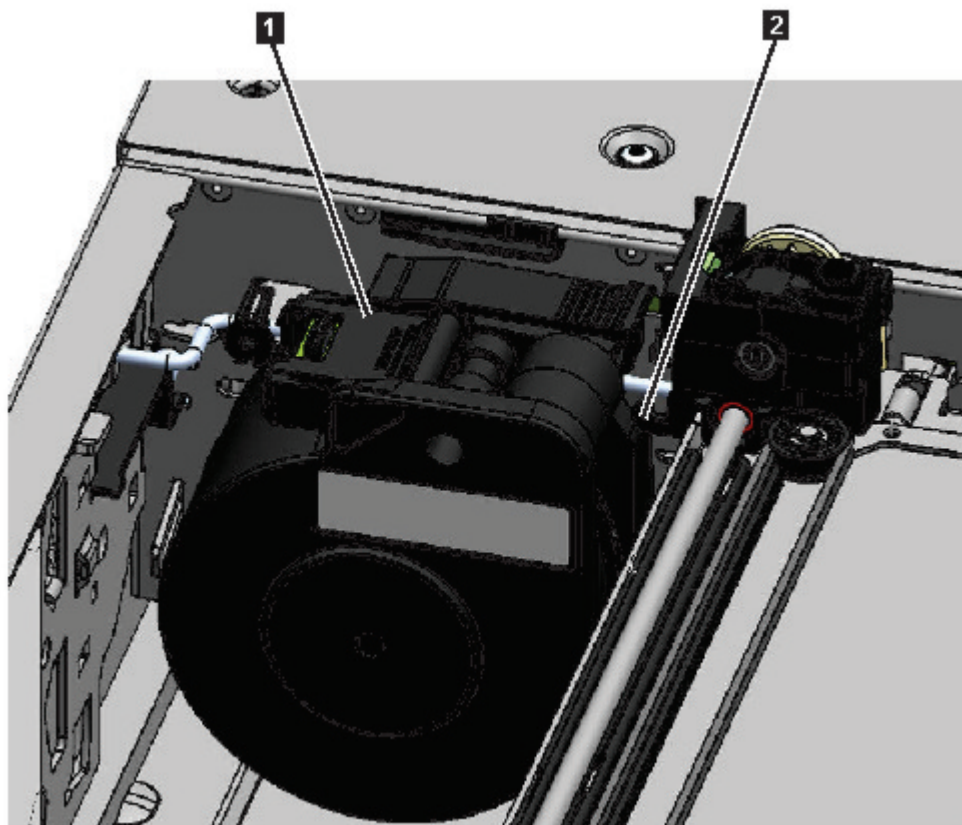

Figura 74. Cable de spooling en posición de parada
**Nota:** Tome nota de donde gira el extremo del cable de spooling en el descriptor de acceso. Es importante saberlo cuando conecta el nuevo cable de spooling al descriptor de acceso. Véase 2 en Figura 74 en la página 158.
9. Coloque el conector de spooling (**1** en Figura 74 en la página 158) a la posición de parada.